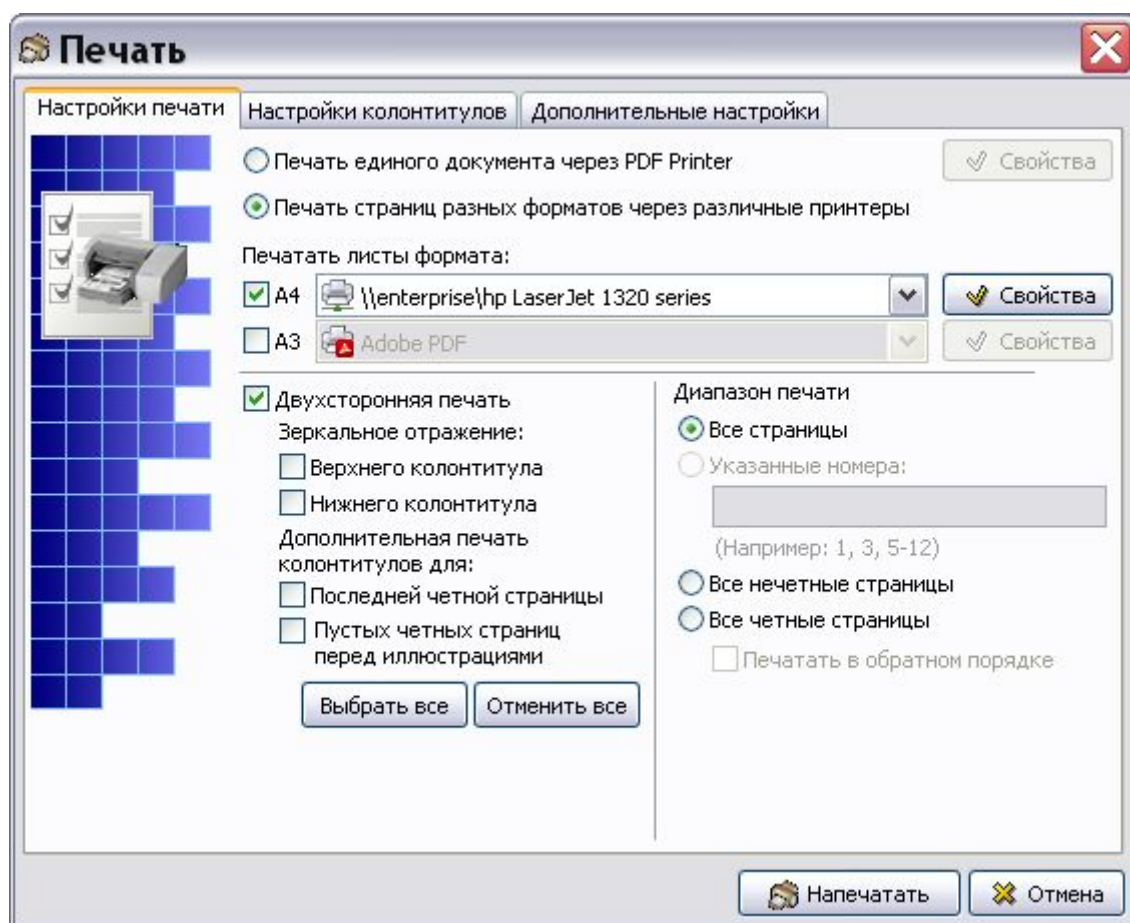

Рис. 12.23. Диалог настроек печати
4. После нажатия на кнопку **Печать...** появится диалог выбора параметров печати (Рис. 12.23).